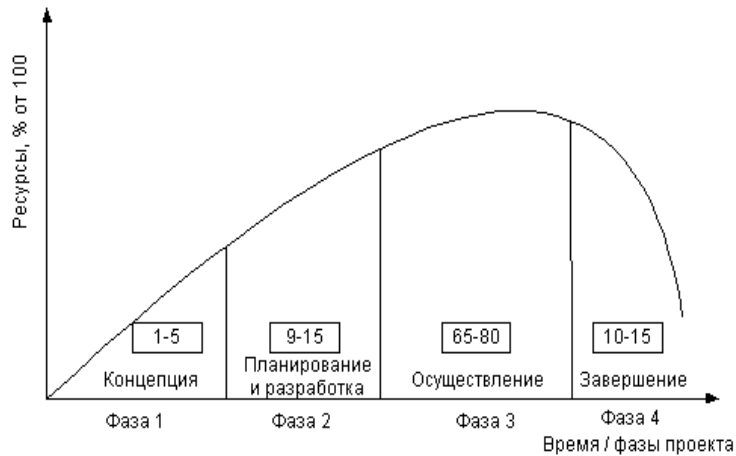

Рис. 1 Зависимость затрат и ресурсов проекта от жизненного цикла
- Затраты и ресурсы проекта в начале низкие, затем существенно возрастают и в конце резко снижаются при завершении проекта (см. рис. 1)